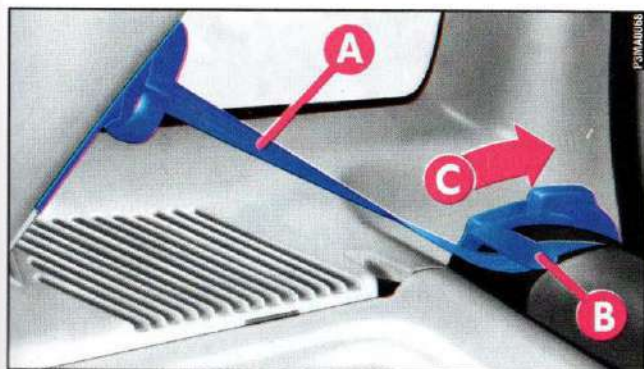

fig. 66
2) Verificare che ciascuno dei due nastri **A-fig. 66** delle cinture di sicurezza laterali sia inserito nella rispettiva staffa **B**.
5) Sganciare lo schienale, spostando i supporti laterali **C-fig. 66** nel senso della freccia.